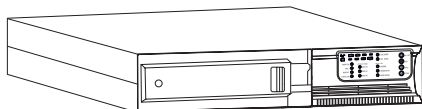

Рис. 3
3. Открутите винты планку крепления батареи от ВБМ.(рис. 3)